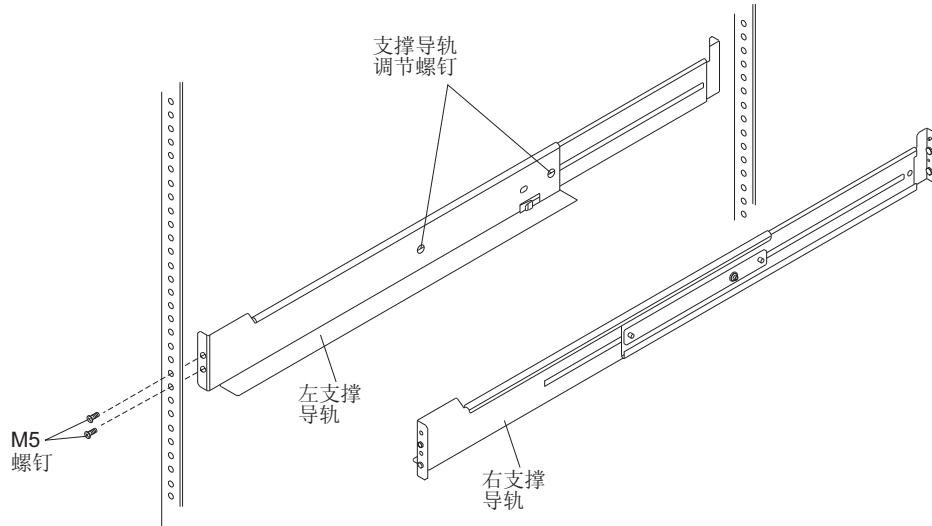

图 15. 安装支撑导轨
**注：**当执行这些步骤时，请参阅第 33 页的图 15。